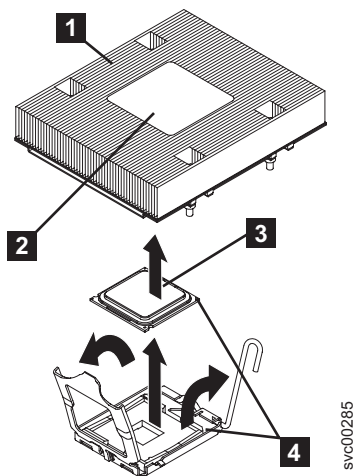

図 224. マイクロプロセッサからヒートシンクを取り外す
3. ヒートシンク (図 224 の **1**) を取り外します。ヒートシンクの片側にある 2 つの拘束ねじを十分緩めてから、他方の 2 つの拘束ねじを緩めます。(これにより、ヒートシンクとマイクロプロセッサの接着状態が切り離されることとなります。) 拘束ねじを緩めた後でヒートシンクを取り外します。